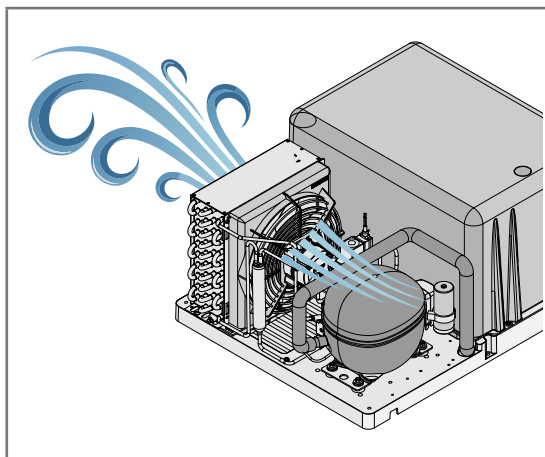

Fig 6.7 - Nettoyage du condenseur
- Il est conseillé d'utiliser un jet d'air comprimé, en soufflant de l'intérieur vers l'extérieur de l'appareil (Fig. 6.7), en gardant une distance adéquate pour éviter d'endommager les composants.